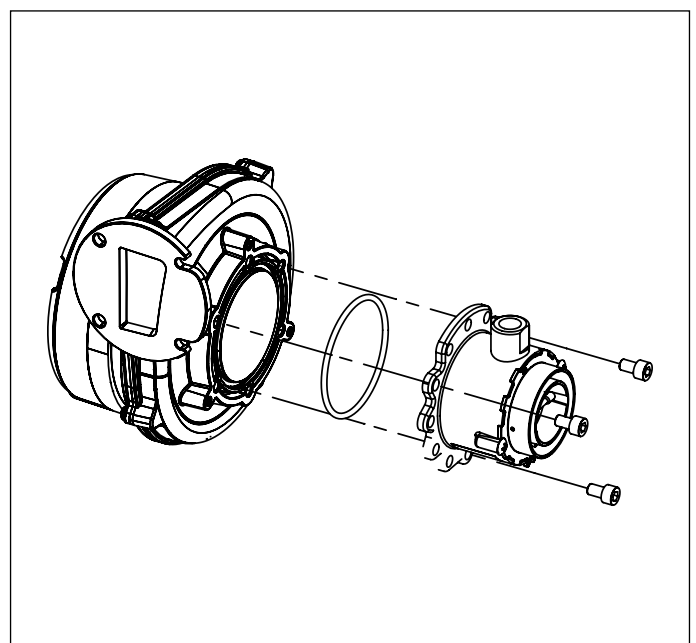

Abb. 31 Mischeinrichtung
- Die Mischeinrichtung nach dem Lösen der drei Innensechskantschrauben entfernen (siehe Abb. 31 Mischeinrichtung).